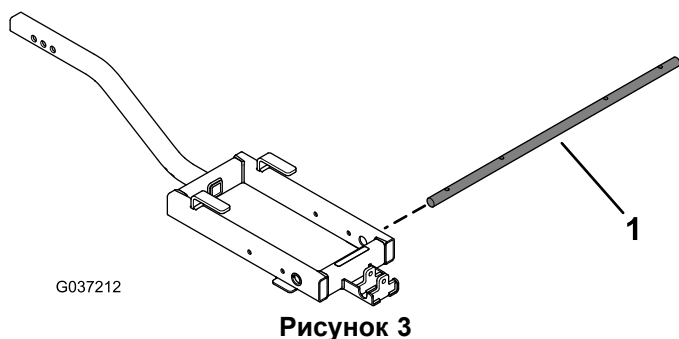

Рисунок 3
2. Проденьте поворотный вал разбрасывателя сквозь монтажную раму разбрасывателя и втулки с зажимами (Рисунок 3).